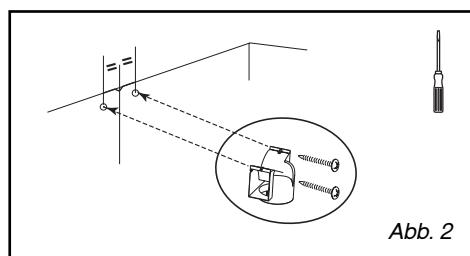

Abb. 2
- Mit den beiden Schrauben den Kunststoffrauchablenker an der Wand mit Stoss an der Decke befestigen (Abb. 2). Darauf achten, den Ablenker im Verhältnis zum vertikalen Strich an der Wand zu zentrieren (Abb. 2).